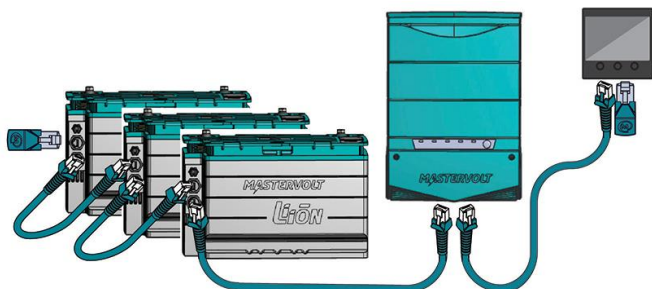

Figure 5 : Câbles MasterBus
- MasterBus : connectez deux câbles MasterBus (ou un câble et un connecteur). Voir Figure 5 à la page 15.